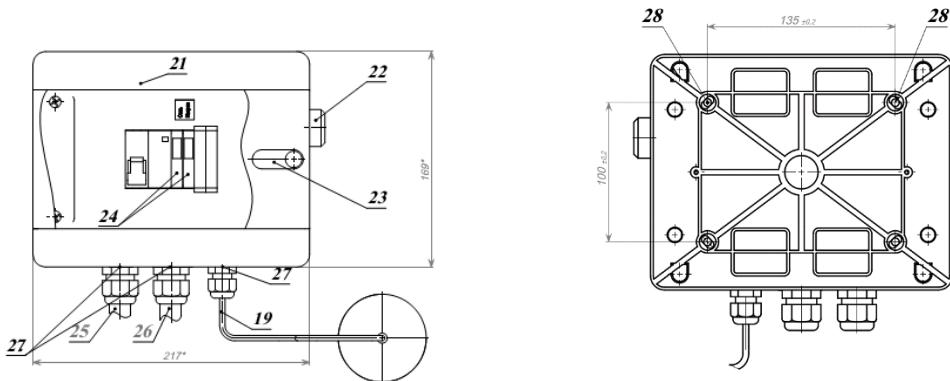
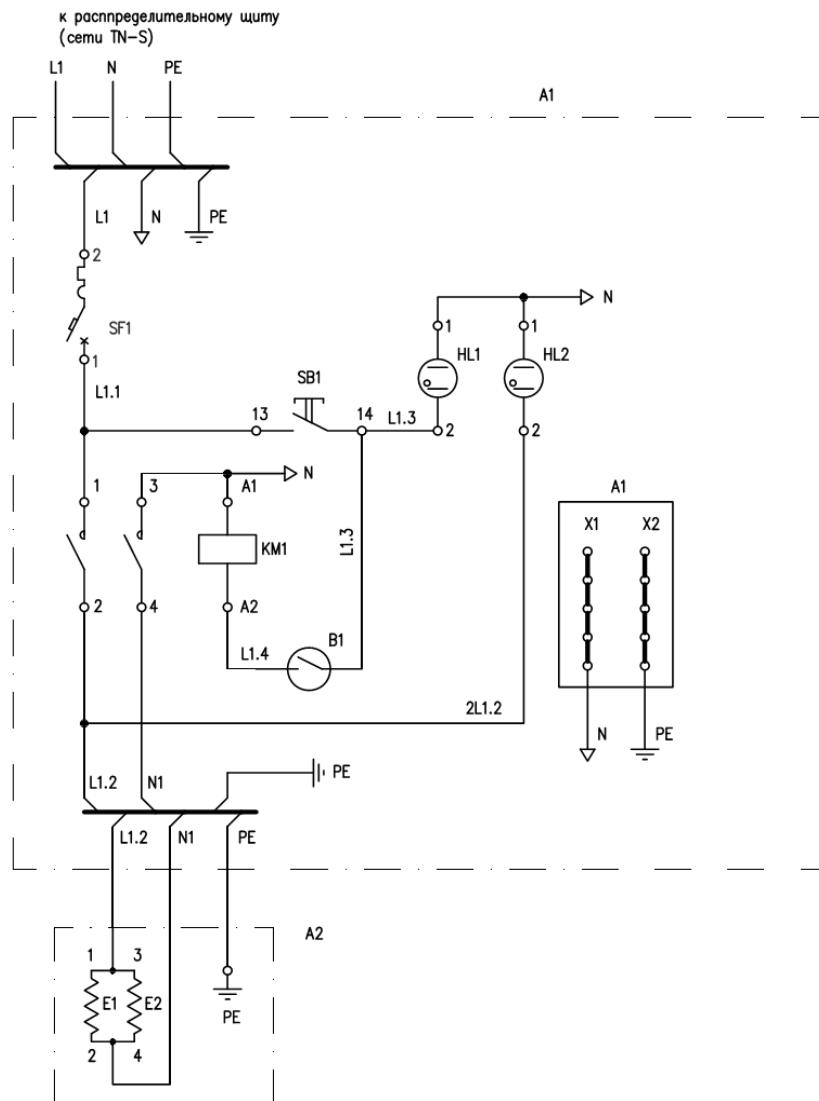

Рисунок 1. Аквадистилляторы электрические ДЭ-М
Рисунок 2.3. Схема электрическая принципиальная, аквадистиллятор ДЭ-4М.
4.1. Принцип действия аквадистиллятора основан на конденсации отсепарированного пара. Основными частями изделия являются: испаритель 9 с сепараторами 10, конденсатор 8, электронагреватели 11, уравнитель 17, датчик 7 с выключателем бесконтактным 6, основание 15 и электрощит 21 (рис.1). В испарителе вода нагревается электронагревателями до кипения. Образующийся пар поступает через сепараторы в конденсатор, конденсируясь, вытекает в виде дистиллята через ниппель 1. Водопроводная вода непрерывно подается через штуцер 12 в конденсатор и по трубке 5 через уравнитель поступает в испаритель. Испаритель заполняется водой до установленного уровня, при заполнении испарителя водой выключатель бесконтактный включит ТЭНЫ. По мере выкипания вода будет поступать в испаритель частично, основная же ее часть через отвод 14 будет сливаться в канализацию.
- включение аппарата без установленного датчика 7 (см. рис.1)
6.12.1. ДЭ-25М: подключите электрощит 21 к сети 380В переменного тока, через автоматический выключатель, с помощью сетевого кабеля 25 (фазные проводники L1 L2 L3) (см. рис.1), желто-зеленая жила подключается к заземляющему проводнику (PE), а голубая нулевая жила подключается к нулевому рабочему проводнику (N).
6.12.2. ДЭ-10М: подключите электрощит 21 к сети 380В переменного тока, через автоматический выключатель, с помощью сетевого кабеля 25 (фазные проводники L1 L3) (см. рис.1), желто-зеленая жила подключается к заземляющему проводнику (PE), а голубая нулевая жила подключается к нулевому рабочему проводнику (N).
6.12.3. ДЭ-4М: подключите электрощит 21 к сети 220 В переменного тока, через автоматический выключатель, с помощью сетевого кабеля 25 (см. рис.1) Жила А - подключается к нулевому проводу, жила В - подключается к фазному проводу (определяется прозвонкой или по цвету жил), желто-зеленая жила подключается к земле (см. рис.2.3).
10М: подсоедините фазные жилы подводящего провода 26 от электрощита к зажимам 2, 4, нулевую жилу (голубого цвета) к зажиму перемычки 1-3, а земляную жилу (желто/зеленого цвета) к зажиму «земля» (рис.1; 2.2 и таблицы 3.2.).
6.14. Снимите с датчика 7, подключенного к электрощиту, крышку и проверьте ход поплавка на выключателе бесконтактном 6. Установите крышку на датчик 7. Установите датчик 7 на аквадистиллятор. (см. рис.1).